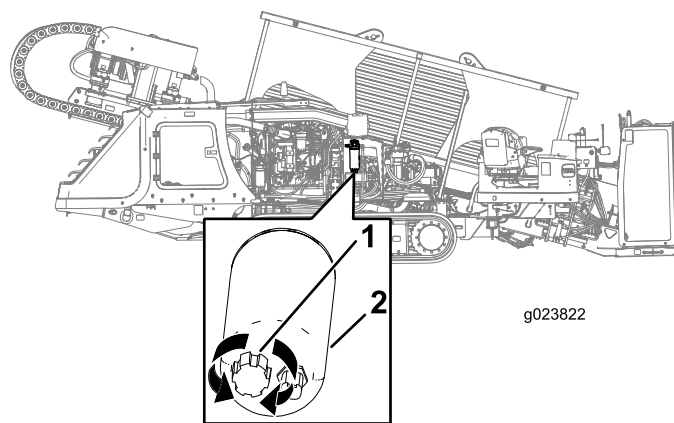

Figure 93
3. Placez un bac de vidange sous le préfiltre à carburant (Figure 93).
4. Tournez le robinet de vidange au bas du préfiltre à carburant de 2 ou 3 tours dans le sens antihoraire, et videz l'eau et le sédiment du filtre à carburant (Figure 93).